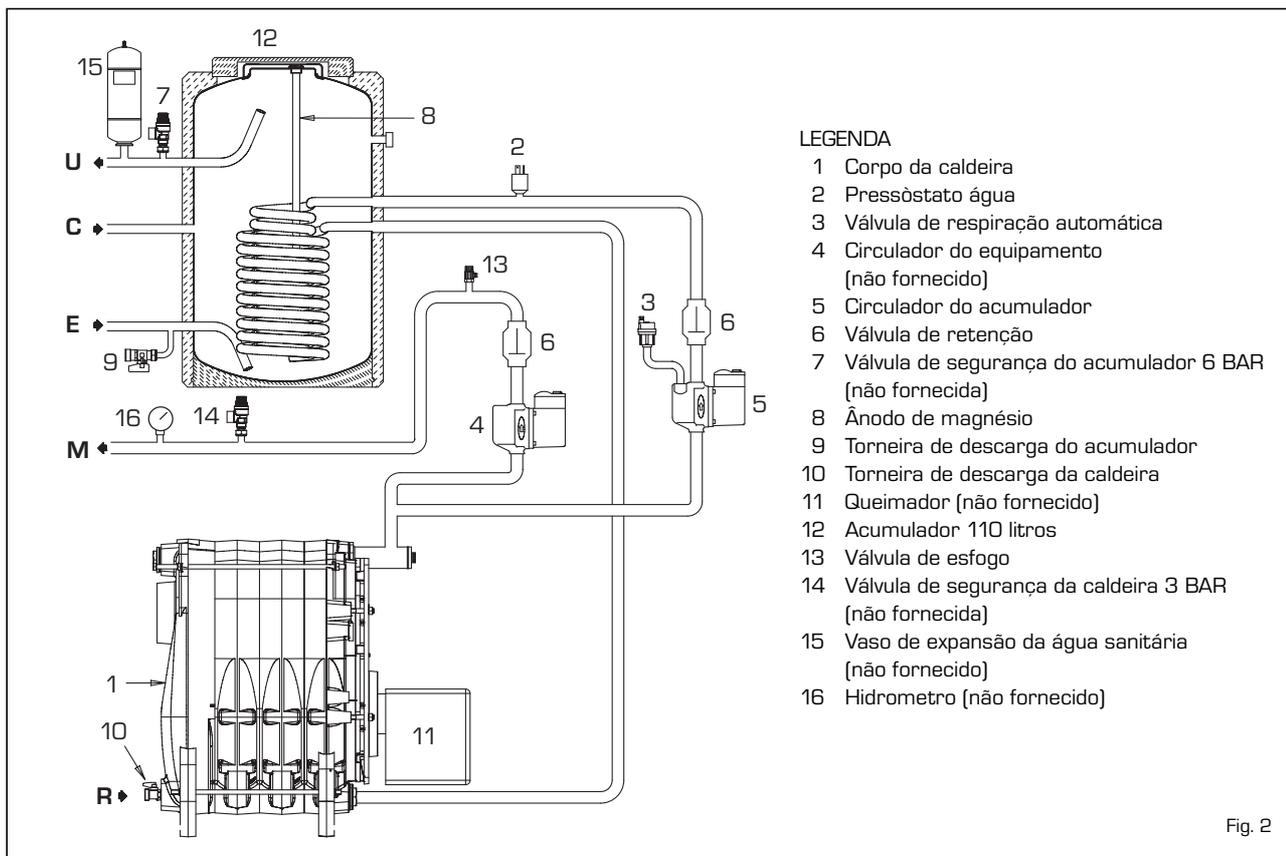

Fig. 2
2.3.1 Acessórios a instalar (fig. 2)
Para que a caldeira possa produzir a água quente é necessário que, na primeira ligação, seja purgado todo o ar contido na serpentina do acumulador. Para facilitar esta operação colocar horizontalmente a ranhura do parafuso de aperto da válvula de retenção (6 fig. 2).